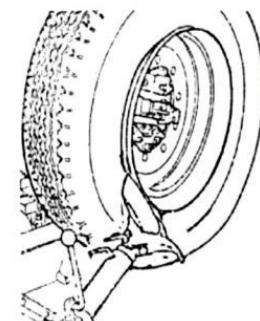

Fig 8
3. Utiliser le commutateur de commande (5) pour faire en sorte que le disque décolleur circulaire (12) s'appuie fermement sur le bord de la jante, comme le montre la **figure 8**.
4. Tourner le pneu et, pendant ce temps, faire avancer le disque décolleur circulaire (12).